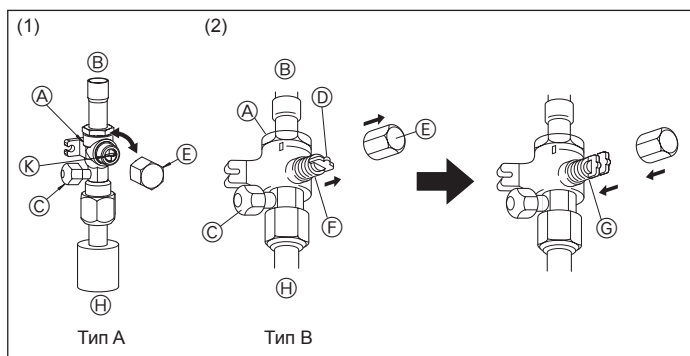
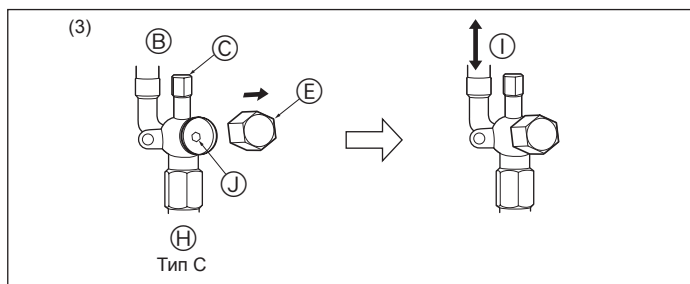

Fig. 5-9
Fig. 5-10
(1) Тип А (Fig. 5-9)
- ① Снимите крышку, затем поверните на четверть оборота против часовой стрелки с помощью отвертки с плоским лезвием для полного открытия.
- ② Убедитесь, что клапаны полностью открыты, затем установите крышку в первоначальное положение и затяните ее.
(2) Тип В (Fig. 5-9)
- ① Снимите колпачок, потяните ручку на себя и поверните на 1/4 оборота против часовой стрелки для открытия.
- ② Убедитесь в том, что запорный кран полностью открыт, надавите на ручку и поверните колпачок в первоначальное положение.
(3) Тип С (Fig. 5-10)
- ① Снимите колпачок и поверните шток золотника против часовой стрелки до упора, используя для этой цели 4 мм шестиугольный гаечный ключ. Прекратите поворачивать шток в момент, когда тот достигнет стопора.
- ② Убедитесь в том, что запорный кран полностью открыт, и поверните колпачок в первоначальное положение.